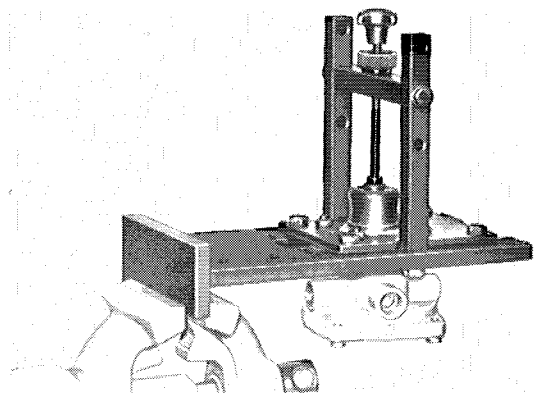

Abb. 2
b) Zugwagen-Bremsventil in der im Schraubstock des Prüfstandes eingespannten Spannvorrichtung befestigen. (Abb. 2) Je nach Abwandlung wird der Faltenbalg (29) zur besseren Betätigung abgenommen.